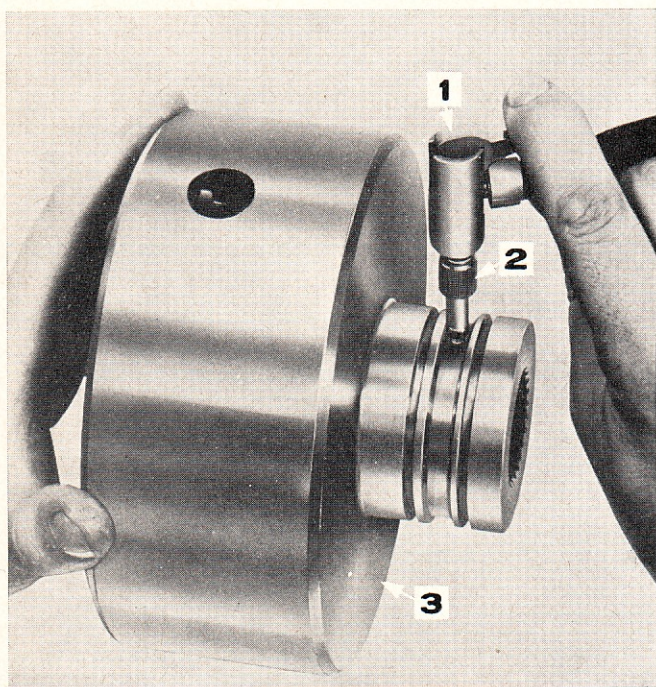

Figure 17: Extraction du piston d'embrayage à l'air comprimé
5. Appliquer l'air comprimé sur un trou de graissage pour chasser le piston (Figure 17); à défaut d'air comprimé, utiliser une pompe à pied avec raccord air-eau.